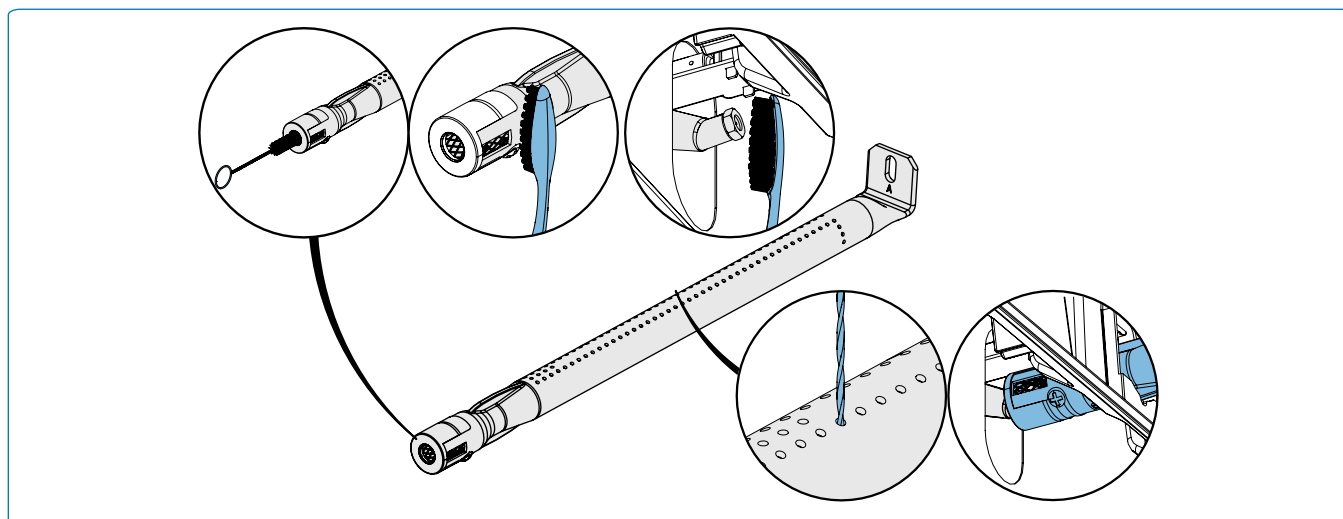

Fig. 15
1. Retirez la ou les vis qui fixent le brûleur à la paroi arrière du barbecue. Faites glisser le brûleur vers l'arrière et vers le haut pour le retirer (**Fig. 15**).